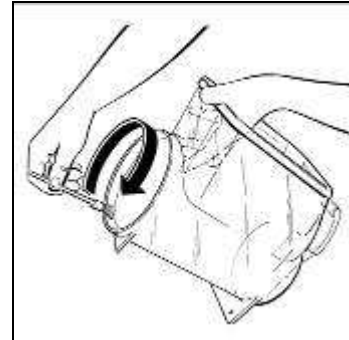

Abb. 24
- Um die Montage zu erleichtern, empfehlen wir, die Stelle der Behälterrückseite, die an der Dichtung anliegt, mit sauberem Wasser oder Lebensmittelfett (Vaseline) zu befeuchten (siehe Abb. 24).